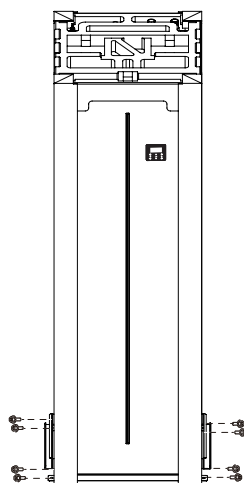

Fig. 2-5
- O foaie de metal protejează unitatea din lateral. Îndepărtați cele 8 șuruburi și trageți cu grijă foaia metalică (Consultați Fig. 2-5).